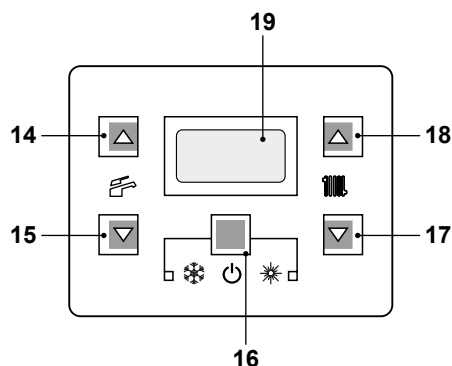
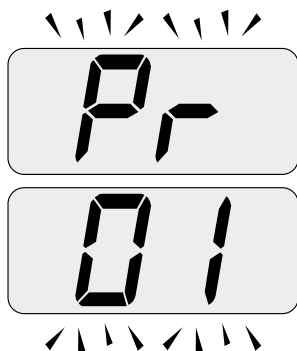

Figura 5.30
Figura 5.31
- Entre en la "modalidad de programación" pulsando simultáneamente durante 10 segundos los botones 16 - 17 - 18 (Figura 5.30) hasta que aparezcan en la pantalla LCD las letras **Pr** alternadas con el código **01**, que indican la entrada en el "parámetro 01"(Figura 5.31).
- Pulse simultáneamente los botones 16 y 18 (Figura 5.30) hasta que aparezca en la pantalla LCD el valor del parámetro 15 (Figura 5.33).
- Pulsando el botón 16 (Figura 5.30) se confirma el valor introducido.
- Pulsando simultáneamente los botones 16 y 17 (Figura 5.30) se sale sin modificar el valor (se vuelve a la lista de parámetros Figura 5.32)
- Pulsando simultáneamente durante 10 segundos los botones 16 - 17 - 18 (Figura 5.30) se sale de la "modalidad de programación".
De todas formas, si la temperatura ambiente no fuera agradable, se puede aumentar o reducir la temperatura de impulsión de la instalación de calefacción en $\pm 15^{\circ}\text{C}$ usando los botones 17 (reducción) y 18 (aumento) (Figura 5.30).